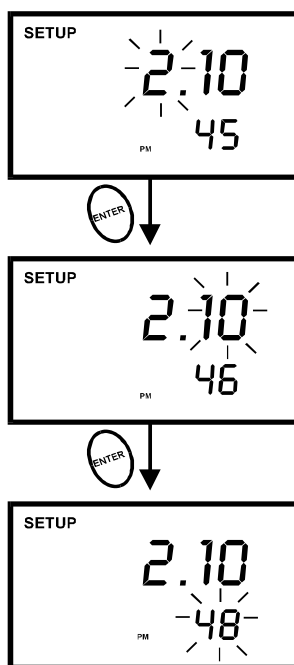

図 32 -P5.0: 時間を選択
11. 日付を確認し、「時間」に移動するために ENTER キーを押してください。「時間」の数字が点滅します。図 32 (次ページ) を参照ください。
15. 分を確認して「秒」の選択に移るために ENTER キーを押してください。「秒」の数字が点滅します。図 32 を参照ください。